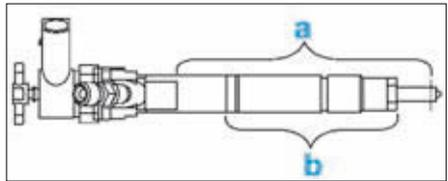

FIG. 41
- Nettoyer la partie de l'injecteur (a) à l'aide d'une brosse en laiton (Fig.41).